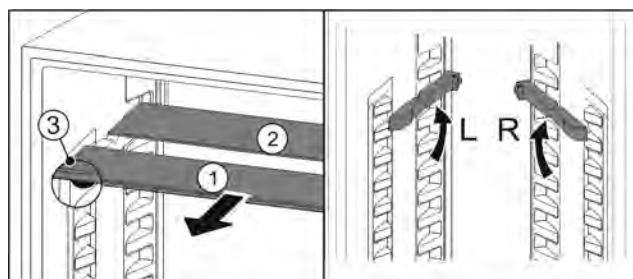

Fig. 18
- ▶ По одной извлеките *Fig. 18 (1)* стеклянные панели движением вперед.
- ▷ Стеклянная панель *Fig. 18 (1)* с декоративной планкой лежит спереди.
- ▷ Стопоры *Fig. 18 (3)* показывают вниз.